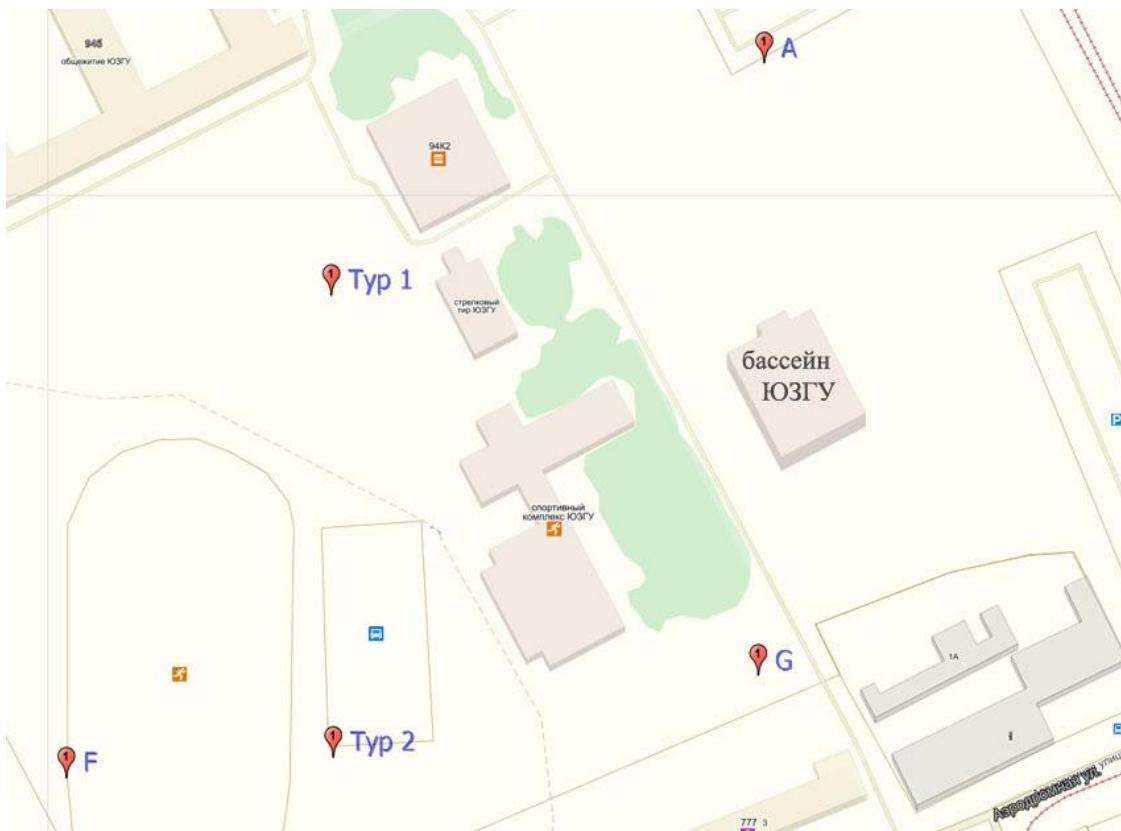

Рис. 7. Схема учебно- исследовательского полигона ЮЗГУ
3. Измерения по пунктам полигона, схема которого показана на рис. 7. При этом следует использовать адаптеры и отражающие пластины. Наиболее простым будет случай измерения линии между двумя устройствами принудительного центрирования (Тур1 и Тур2). Результаты измерений наклонных расстояний и горизонтальных проложений записываются в журнале (таблица).